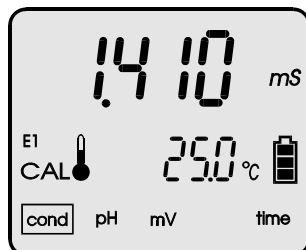

Imagen 19.
- Mantenga presionada la tecla **CAL** hasta que aparezca el símbolo **CAL** en la pantalla (imagen 19).